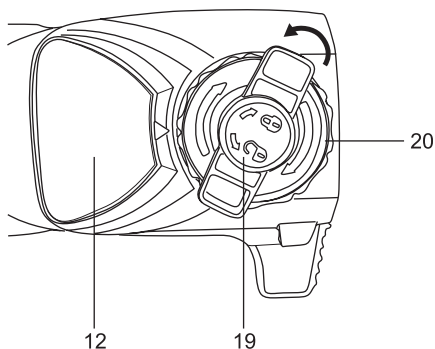

Fig. 5
1. Utilice únicamente una espada (13) y una cadena (14) conformes con las especificaciones técnicas de la motosierra con mango telescópico.
2. Coloque el producto sobre una superficie plana adecuada con la cubierta lateral (12) orientada hacia arriba.
3. Desenrosque la rueda de bloqueo (19) en la dirección  y, a continuación, retírela junto con la cubierta lateral (12). (Fig.5)